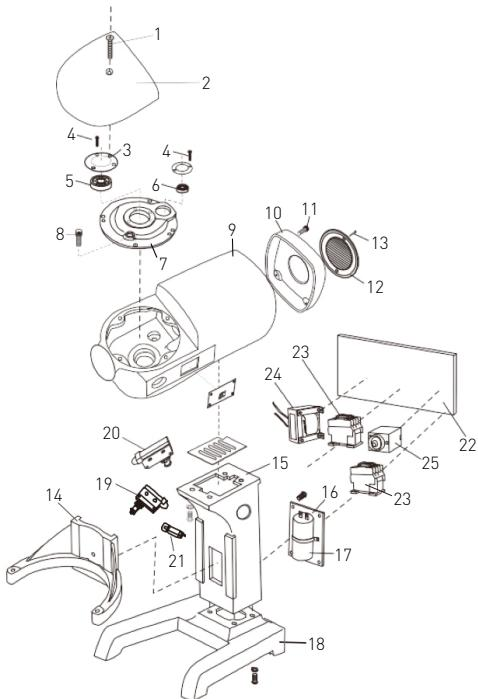

Рис. 1: Система передачи, кронштейн чаши и кронштейн устройства
- С верхней стороны устройства – система передачи, кронштейн чаши и кронштейн устройства [Рис. 1];